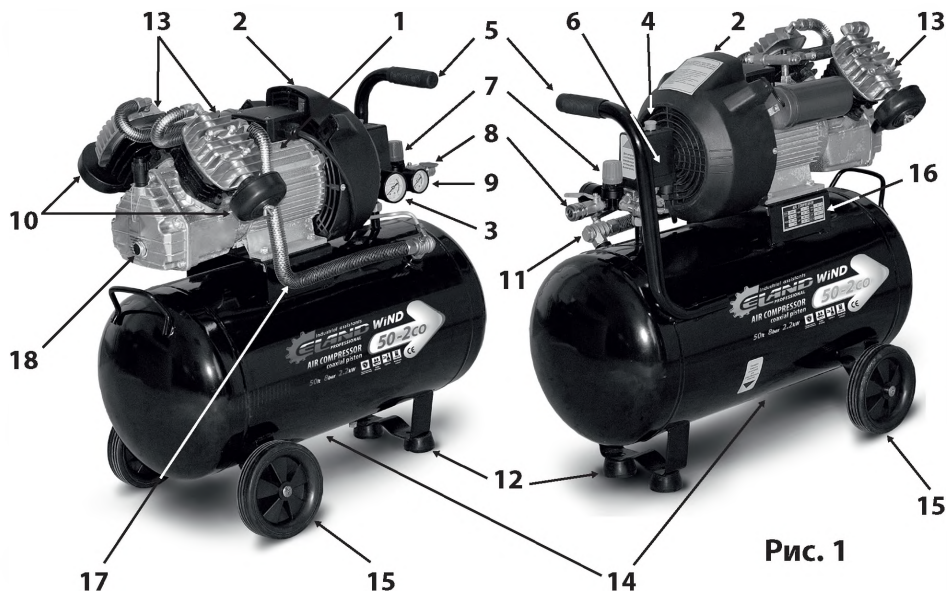

Рис. 1
- Блок поршневой (1) (См. Рис.1) – поршневая группа, одноступенчатая, одноцилиндровая, с воздушным охлаждением - предназначена для выработки сжатого воздуха.
- Ресивер (воздухосборник) (13) (См. Рис.1) служит для сбора сжатого воздуха, выравнивания пульсации воздуха, получающейся в результате возвратно-поступательного движения поршня компрессора, отделения конденсата и масла. Ресивер является также корпусом, на котором смонтированы узлы и детали компрессора.
- Ресивер имеет штуцера для установки реле давления (прессостата) (6), обратного клапана (11), крана слива конденсата, предохранительного клапана, а также кронштейны для установки платформы.
- Платформа предназначена для монтажа поршневого блока, электродвигателя, защитного кожуха (2).
- Электродвигатель предназначен для привода поршневого блока и компрессорной группы, и закрыт защитным кожухом (2) (См. Рис.1).
- Реле (прессостат) (6) служит для обеспечения работы компрессора в автоматическом режиме, поддержания давления в ресивере.
- Штуцер (8) с регулятором давления (6) предназначен для подачи воздуха потребителю.
- Обратный клапан (11) (См. Рис.1) обеспечивает подачу сжатого воздуха только в направлении от поршневого блока к ресиверу.
- Манометр (10) предназначен для контроля давления в ресивере.
- Блок управления компрессором включает в себя: манометр давления в ресивере (10); манометр давления на выходе (9); реле давления (прессостат) (6); регулятор давления на выходе (7); кнопку пуска (4); клапан предохранительный.
2. Убедитесь в том, что кнопка пуска (4) на реле давления (6) (См. Рис.1) находится в положении «Выключено». Вставьте вилку питающего электрического кабеля в соответствующую розетку.
3. Переведите кнопку пуска (4) на реле давления (6) (См. Рис.1) в положение «Включено».
5. Остановите компрессор, вновь нажав на кнопку пуска (4) (См. Рис.1).
6. Присоедините к раздаточному штуцеру (8) шланг компрессорного оборудования.